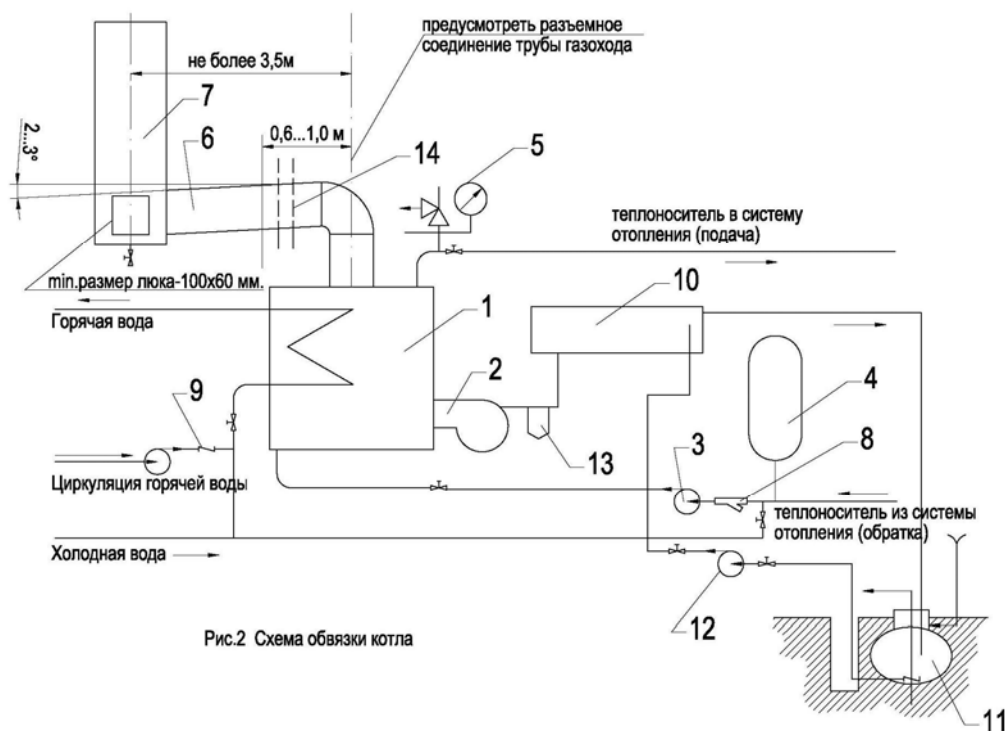

Рис.2 Схема обвязки котла
3.4. На рис.2 показана рекомендуемая схема обвязки котла.
- Обеспечена герметичность разъемного соединения газохода (поз.14, рис.2).